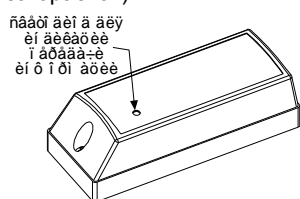

Рис. 6 - МСТ-550
- E. Отогните фиксатор платы и отсоедините плату от основания корпуса (рис.6).